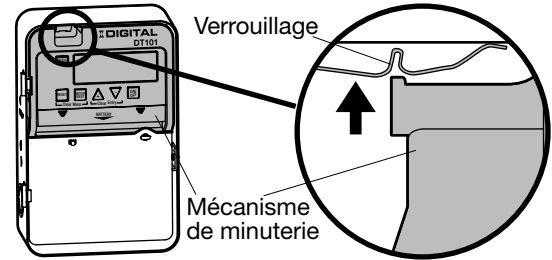

FIG. 1 Retrait du mécanisme
1. Retirez le mécanisme du boîtier en enfonçant le verrouillage en haut du boîtier et en le retirant, tel qu'illustré dans la FIG. 1.